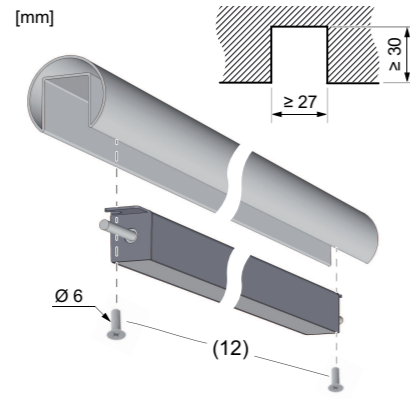

Bild 2: Leuchte montieren
- Im Montagegrund (z. B. Handlauf) eine Nut gemäß Zeichnung vorbereiten (Bild 2).
- Lichteinsätze mit Edelstahlschrauben (12) in der Nut befestigen (Bild 2).